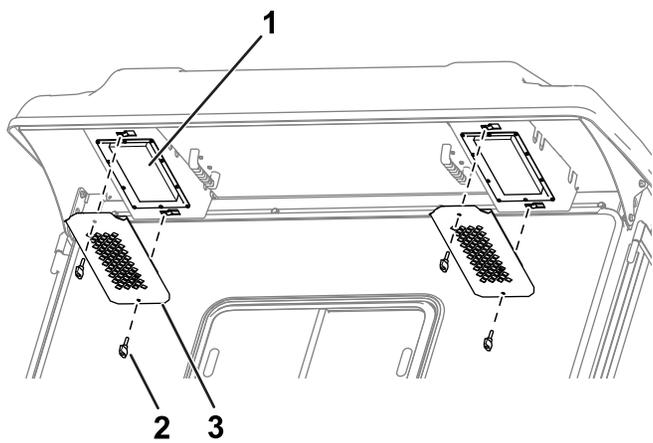

图 87
1. 拆下驾驶室后悬下方的旋钮和格栅图 87。
4. 使用旋钮和格栅将空气滤清器装入驾驶室图 87。